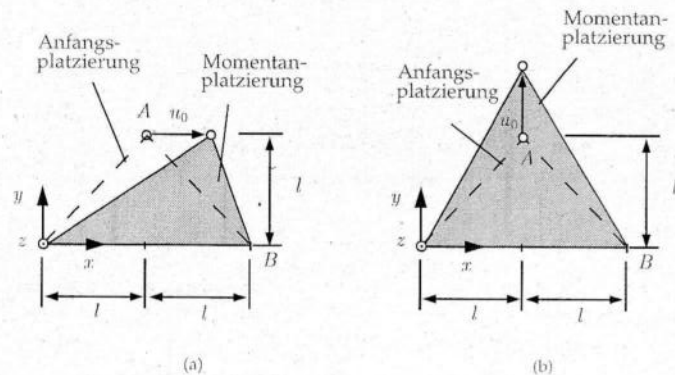

Abbildung 3.1: Ein elastisches Prisma mit dreieckiger Grundfläche in unverformter und verformter Lage für zwei unterschiedliche Deformationen.
Gegeben sei ein Prisma mit dreieckiger Grundfläche in der x - y -Ebene (siehe Abb. 3.1). Sowohl für Fall (a) als auch Fall (b) hängt das Verschiebungsfeld ausschließlich von x und y ab. Die Abmessung des Prismas in z -Richtung ist für diese Aufgabe irrelevant. Das Materialverhalten des Prismas sei isotrop, linear elastisch mit dem Elastizitätsmodul E und der Querkontraktionszahl ν . Das Prisma wird zwei verschiedenen Deformationen unterworfen (siehe Abb. 3.1(a) und (b)).
3.1) Das Verschiebungsfeld besitzt für den Fall (a) die Form $u = (\alpha_0 + \alpha_1 x + \alpha_2 y)e_z$ und für den Fall (b) die Form $u = (\alpha_0 + \alpha_1 x + \alpha_2 y)e_y$. Bestimmen Sie jeweils für die Fälle (a) und (b) unter Verwendung der in Abb. 3.1 skizzierten Eckverschiebungen die unbekannten Parameter α_0 , α_1 , α_2 der Verschiebungsfunktionen. Geben Sie die damit bestimmten Verschiebungsfelder für die Fälle (a) und (b) an.